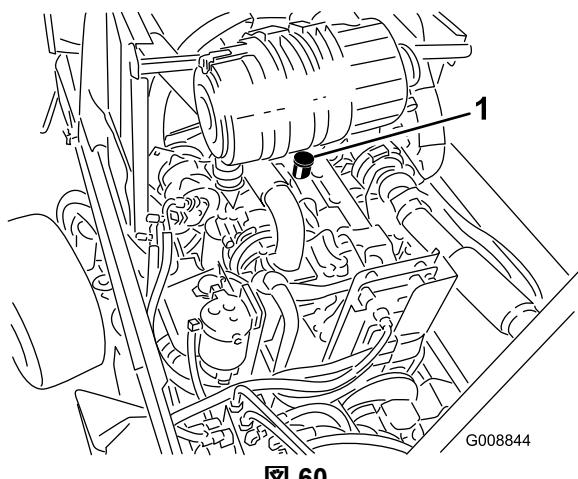

図 60
- 3. 不足している場合Lowマークよりも下は、補給管についているキャップを取り、Full位置までオイルを補給する図 60。